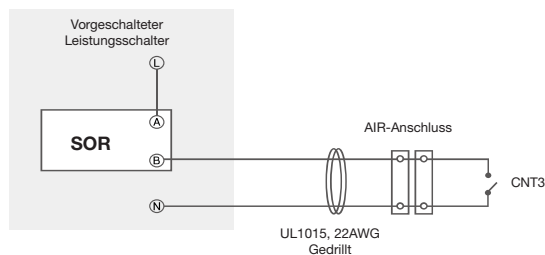

Abbildung 22. Steuerkreislauf
1) Verbinden Sie die Kabel UL1015 22AWG 105 °C 600 V von der Sensor-Steuerkarte mit dem vorgeschalteten Leistungsschalter. Siehe Abbildung 22.